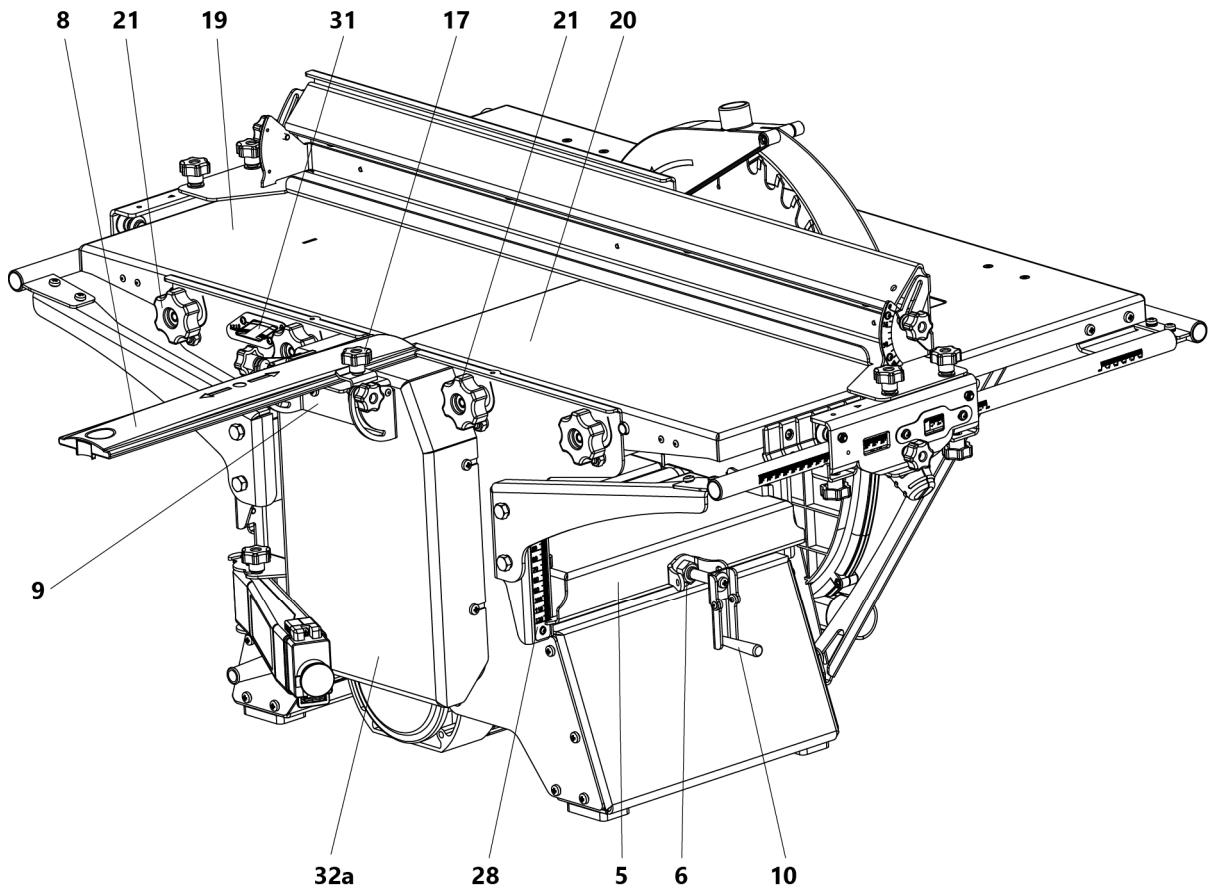
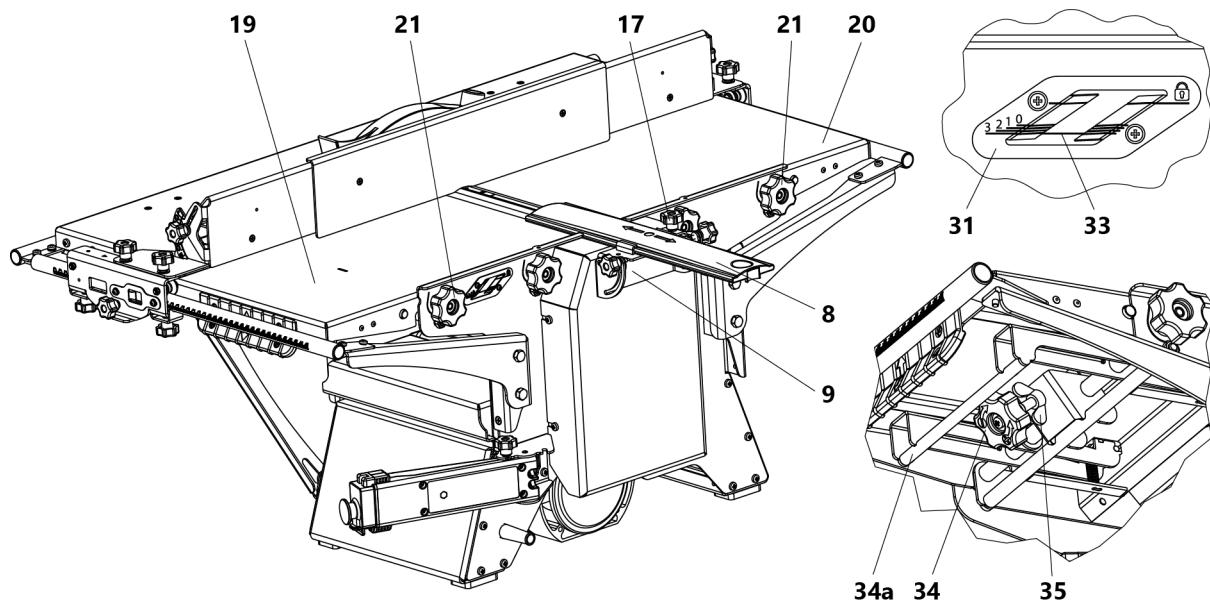

Рис. 2 Общий вид станка
Рис. 8 Установка строгальных столов и глубины строгания
Для облегчения прохождения и уменьшения трения между обрабатываемой заготовкой и рейсмусным столом 5 (рис. 2), в конструкции станка имеются два гладких ролика, которые выступают над поверхностью рейсмусного стола не более чем на 0,3 мм.
В режиме строгания приемный стол 20 (рис. 2) устанавливается на уровне реза строгальных ножей, а загрузочный стол 19 имеет возможность опускаться ниже уровня реза строгальных ножей, что обеспечивает установку необходимой глубины строгания. Глубину строгания устанавливают по шкале 31 с помощью ручки 34 (рис. 8).
- отпустить гайки-барашки 21 стола приемного 20 (рис. 8);
Ограждение ножевого вала 8 предназначено для закрытия той части вращающегося ножевого вала, которая не находится в зоне резания (нерабочая часть ножевого вала) во время работы станка (рис. 8).